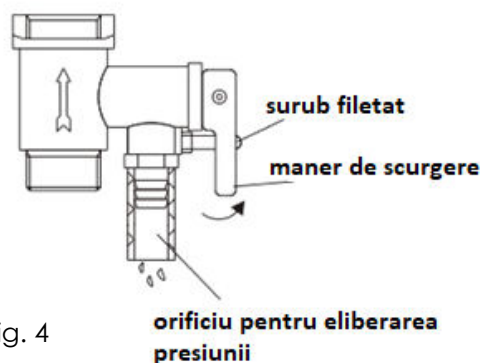

Fig. 4
- (1) deconectați boilerul de la rețeaua electrică;
- (2) pentru a evacua apa din rezervorul interior, desurubati surubul filetat de pe supapa de siguranță multifuncțională și ridicați manerul de scurgere în sus. (vezi Fig.4)